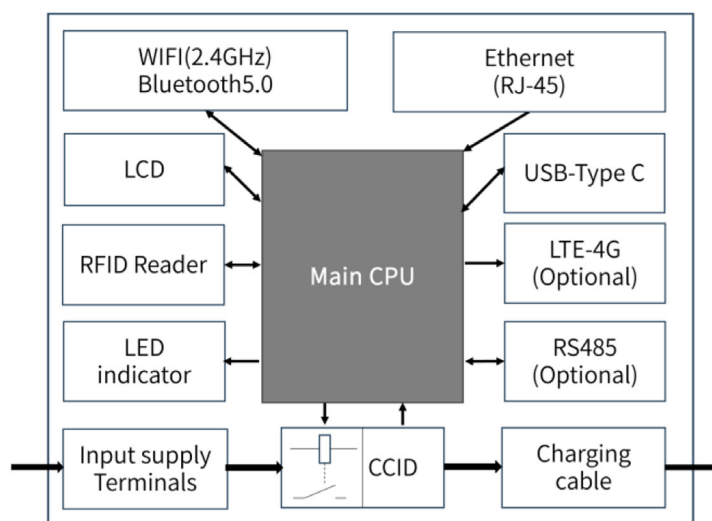

Fig. 4-2 Schéma bloc de IM3C
- ▶ Le schéma bloc du chargeur de véhicule électrique AC IM3C est représenté à la Fig. 4-2.